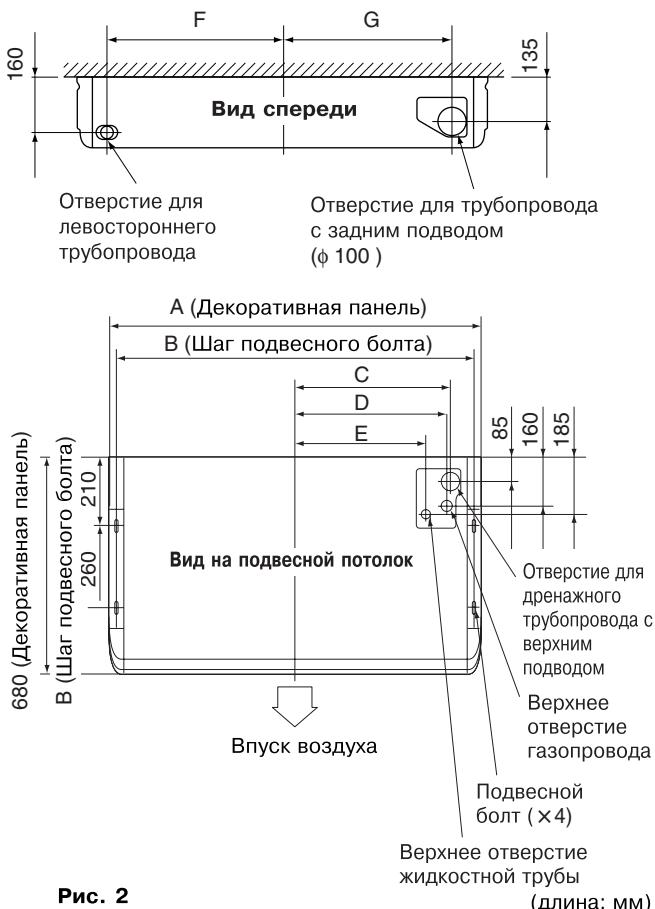

Рис. 2
- (1) Относительное расположение комнатного блока, подвесного болта и отверстий для трубопровода, дренажной трубы и электропроводки (См. рис. 2)